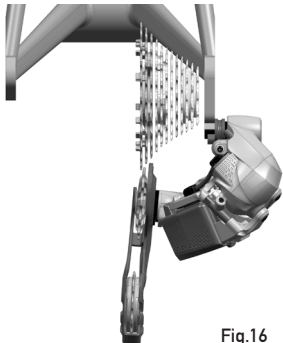

Fig.16
- posizionando il cambio sul pignone più grande, osservandolo dalla parte posteriore, si nota che il bilanciere presenta la parte inferiore che si avvicina eccessivamente ai raggi della ruota poiché il forcellino attacco cambio si è probabilmente piegato (Fig. 16).